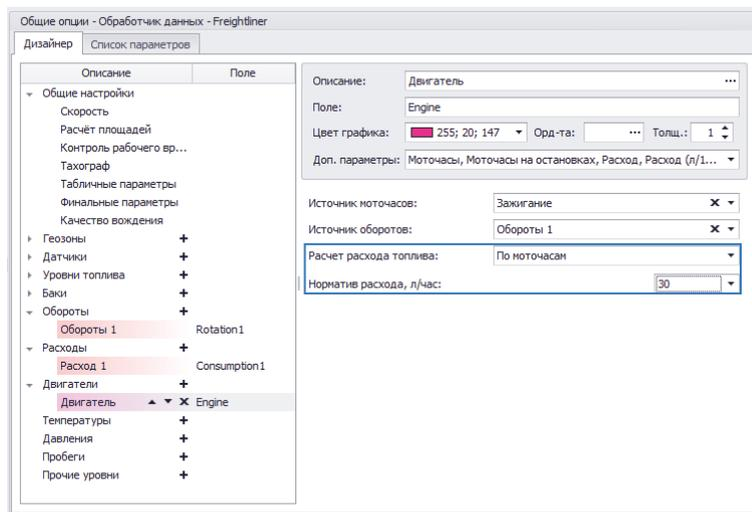

Рис.60. Расчет расхода двигателя по моточасам.
- **По моточасам (Рис.60)** – расход топлива вычисляется по суммарному времени работы двигателя и заданной норме расхода. Норма расхода топлива должна быть задана в л/час.